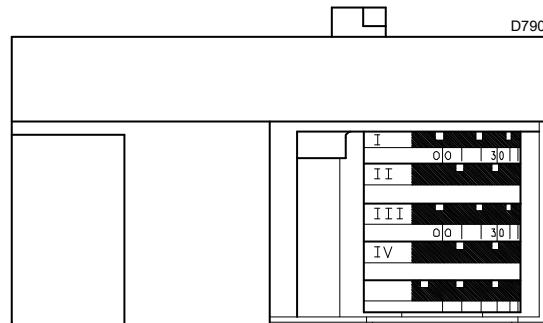
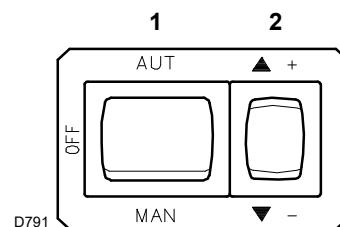
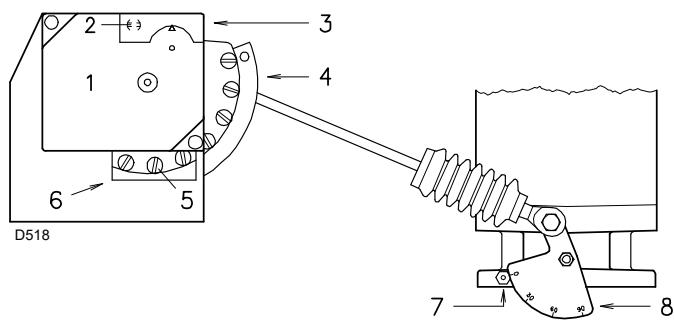

Fig. 28
Fig. 29
Fig. 31
Le servomoteur (Fig. 28) règle en même temps le volet d'air par la came à profil variable et le papillon gaz.
Fermer les télécommandes et placer l'interrupteur 1(Fig. 29) sur "MAN".
Appuyer sur le bouton 2)(Fig. 29 à la page 23) "diminution de puissance" (▼ -) le maintenir pressé jusqu'à ce que le servomoteur ferme le volet d'air et le papillon à gaz soit à 20° (réglage effectué en usine).
- S'il faut diminuer ce débit, réduire légèrement l'angle de la came III)(Fig. 28 à la page 23) par de légers déplacements successifs, c'est-à-dire aller de l'angle 20° à 18° - 16°, etc.
- S'il faut l'augmenter, appuyer un peu sur le bouton 2)(Fig. 29 à la page 23) "augmentation de la puissance" (▲ +) (ouvrir de 10-15° le papillon du gaz), augmenter l'angle de la came III (Fig. 28 à la page 23) par de légers déplacements successifs, c'est-à-dire aller de l'angle 20° à 22° - 24° etc.
Modifier en progression le profil initial de la came 4) (Fig. 31) en agissant sur les vis de celle-ci qui apparaissent à l'intérieur de l'ouverture 6). Si possible, ne pas serrer la première vis: il s'agit de la vis qui ferme complètement le volet d'air.
Légende (Fig. 31)
Dans la description ci-dessus le brûleur est allumé et il fonctionne à la puissance minimale. Appuyer donc sur le bouton 2)(Fig. 29 à la page 23) "augmentation de la puissance" (▲ +) et le maintenir pressé jusqu'à ce que le servomoteur ouvre le volet d'air et le papillon à gaz soit à 90°.
Modifier en progression le profil initial de la came 4) (Fig. 31) en agissant sur les vis de celle-ci qui apparaissent à l'intérieur de l'ouverture 6).
Appuyer légèrement sur le bouton 2)(Fig. 29 à la page 23) "augmentation de la puissance" ($\Delta +$) de manière qu'une nouvelle vis 5)(Fig. 31) apparaisse à l'intérieur de l'ouverture 6)(Fig. 31), la régler jusqu'à obtenir une combustion optimale. Agir de la même façon avec les vis successives.
Éteindre le brûleur au moyen de l'interrupteur 1) (Fig. 29 à la page 23), position OFF, détacher la came à profil variable en mettant la fente 2) (Fig. 31) en position verticale du servomoteur et vérifier plusieurs fois, en tournant manuellement la came vers l'avant et vers l'arrière, si le mouvement est souple et sans obstructions.